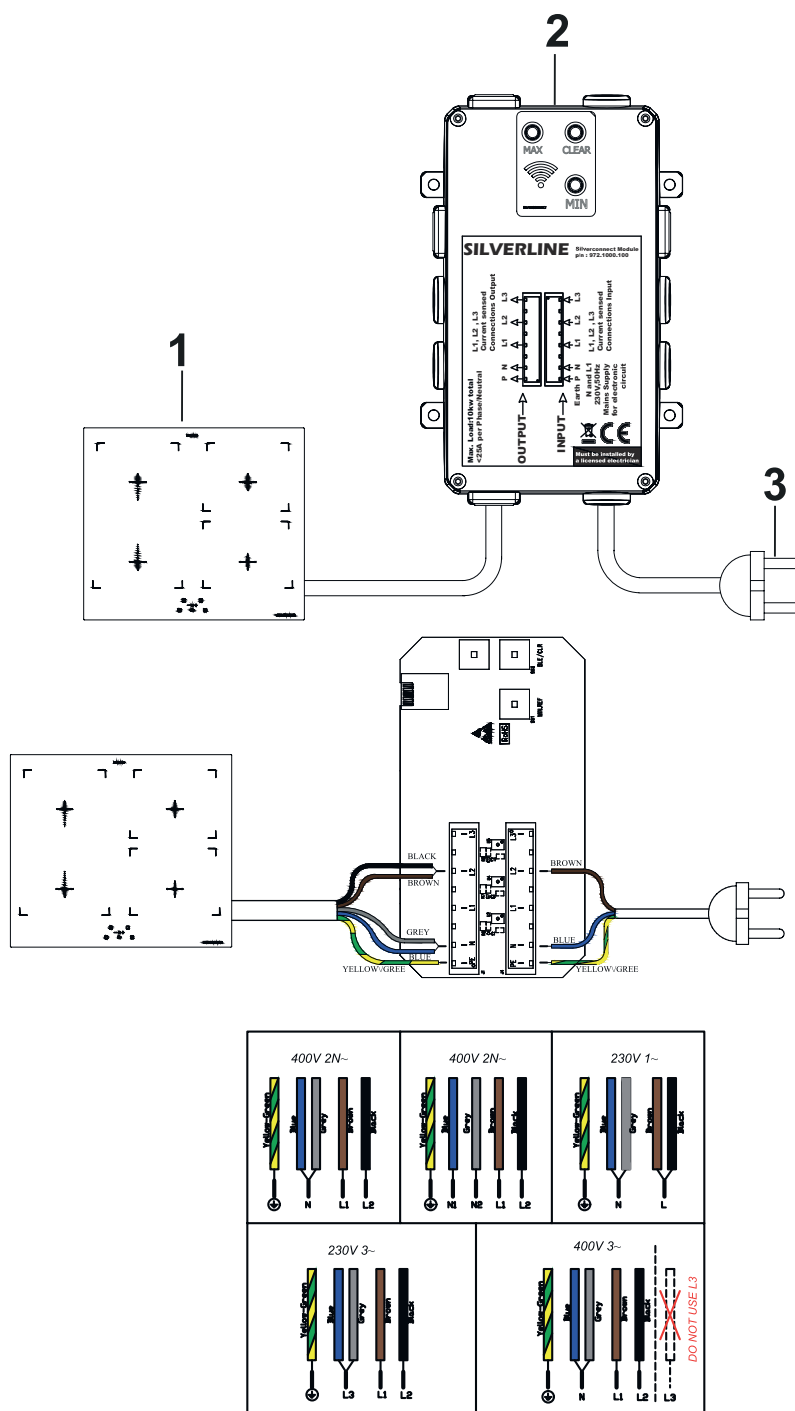

Fig. 21: Forbindelse af kogeplade og silverconnect
- ⇒ Der skal nu være blå lys ved alle 3 knapper på silverconnect. (Fig. 21/ nr.2)
4. ➔ Tryk nu igen på knappen "clear" i 3 sekunder og slip herefter. Nu skulle de blå lys, lyse konstant. (Fig. 21)
8. ➤ **GENKENDELSE AF MIN. NIVEAU:** Sørg for at zonerne er slukket på kogepladen og at den er på standby. Vent nu 7 sekunder og tryk og hold herefter på "min" knappen på silverconnect i 2 sekunder (Fig. 21) og vent nu i 7 sekunder igen. I medens vil de blå lys blinke en gang. Når lysene har blinket en gang, er min. niveau godkendt.
9. ➤ **GENKENDELSE AF MAKS. NIVEAU** Sørg for at alle zoner er tændt på kogepladen og at der er fuld styrke på alle zoner. Vent nu 7 sekunder og tryk og hold herefter på "max" knappen på silverconnect i 2 sekunder (Fig. 21) og vent nu i 7 sekunder igen. I medens vil de blå lys blinke en gang. Når lysene har blinket en gang, er min. niveau godkendt.